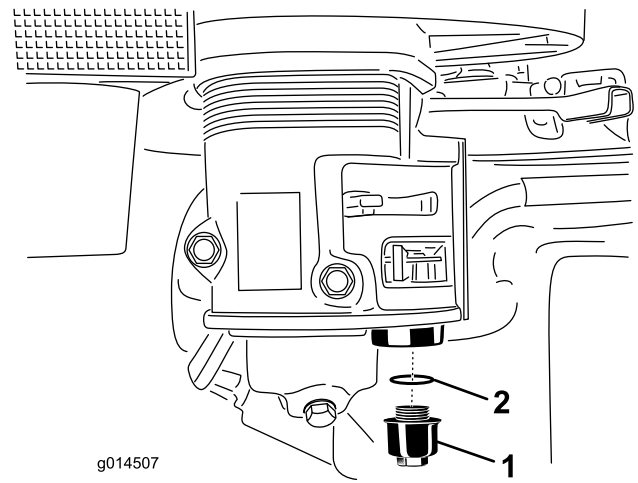

Figura 16
2. Desenrosque la taza de sedimentos. Asegúrese de no perder la junta tórica (Figura 16).